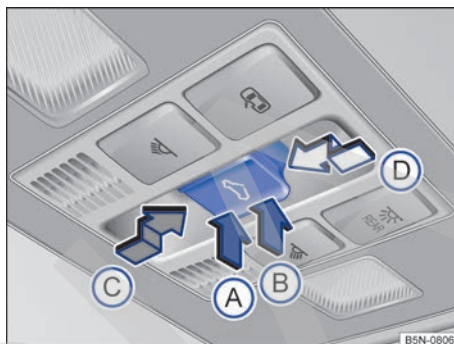

Fig. 99 En el revestimiento interior del techo: tecla del techo de cristal.
La tecla **☂** → **fig. 99** tiene dos niveles. En el primer nivel, el techo se puede abrir, cerrar o situar en la posición deflectora total o parcialmente.
- Antes de que transcurran unos pocos segundos desde la activación de la función antiaprisionamiento, presione la tecla (↩️) → fig. 99 hasta el segundo nivel en el sentido de la flecha → fig. 99 ⓘ hasta que el techo de cristal se cierre completamente.